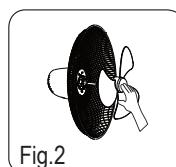

Fig.2
4. Setzen Sie das Flügelrad auf die Motorspindel des Ventilators und vergewissern Sie sich, dass das Flügelrad richtig einrastet. Drehen Sie den Spannknopf für Flügelrad gegen den Uhrzeigersinn fest um das Flügelrad des Ventilators zu befestigen. (Abb. 2)